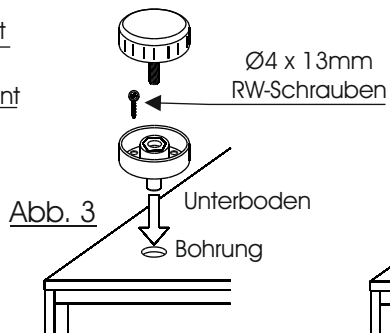

Abb. 3
3. Drehen Sie den Sockelgleiter auseinander. (Abb. 2) und stecken das Zapfenteil in die entsprechenden Bohrungen des Unterbodens. Sichern Sie den Gleiter mit je einer $\text{Ø}4 \times 13\text{mm}$ RW-Schraube. Anschließend wird das Gleitelement wieder aufgeschraubt. (Abb. 3)